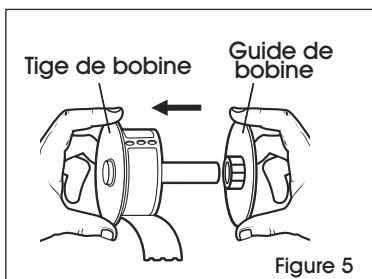

Figure 5
4. Tenez la tige de bobine de la main gauche et placez le rouleau d'étiquettes sur la tige de façon à ce que les étiquettes se distribuent du dessous et que le bord gauche du rouleau d'étiquettes soit directement appuyé contre le côté de la bobine. (Voir Figure 5)